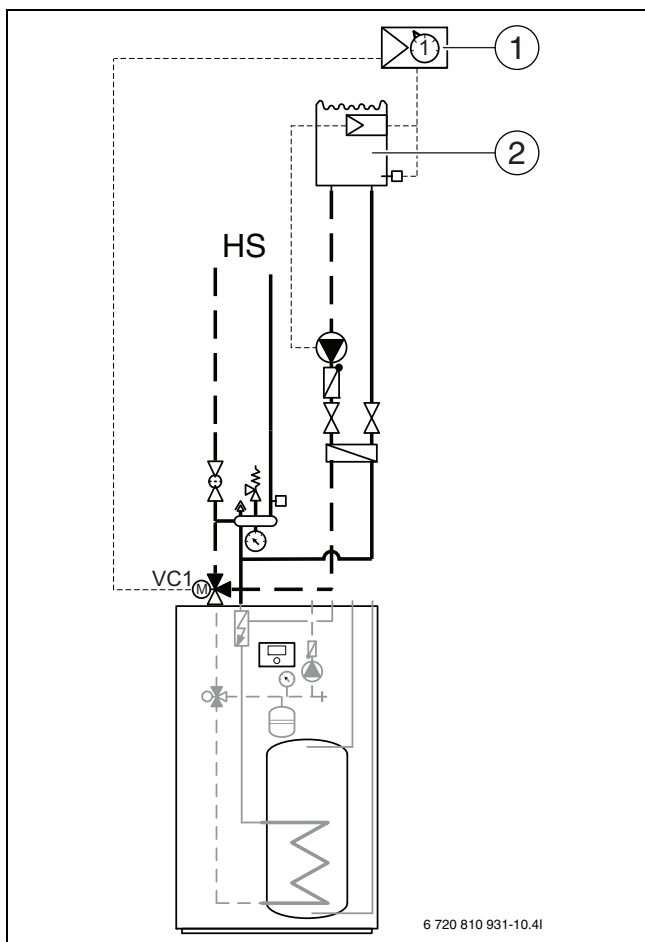

Fig. 13 Eksempelvisning for basseng-installasjon
- ▶ Monter basseng-shuntventilen i returledningen til den innvendige enheten (→ [VC1] fig. 13).